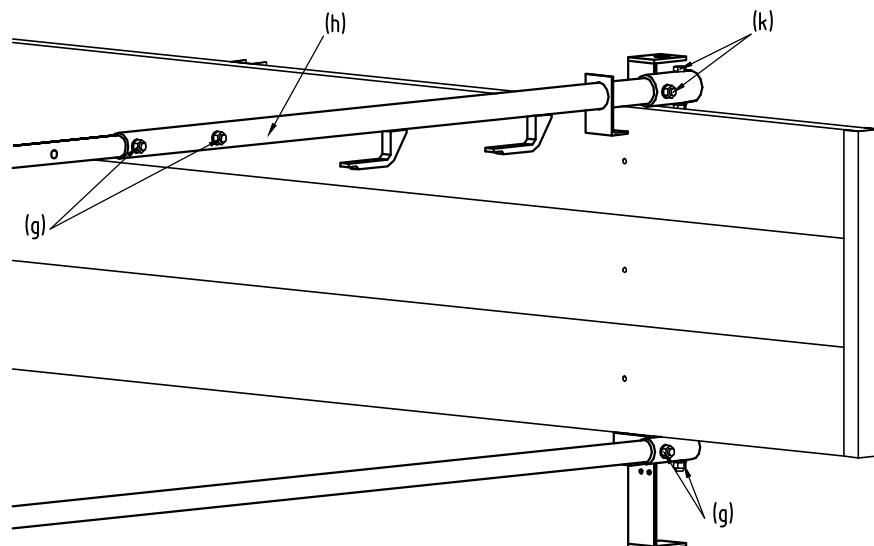

Fig. 6
- Fixer les montants de la protection latérale (h) sur les tubes supérieurs et les tubes inférieurs à la plateforme à l'aide à chaque fois de 2 vis M16x80 (g). Fixer les montants de la protection latérale (h) sur la plateforme à l'aide à chaque fois de 2 vis M16x100 (k) (voir fig. 6).